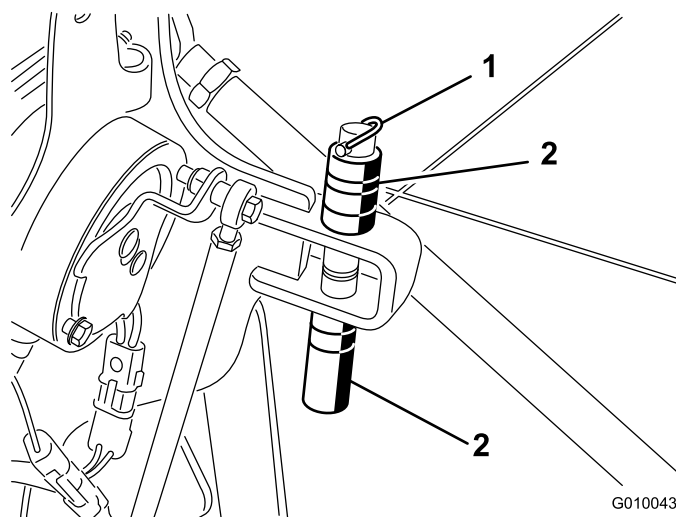

Bild 28
1. Entfernen Sie den Klappstecker, mit dem die Distanzstücke und die Tiefenstifte befestigt sind (Bild 28).